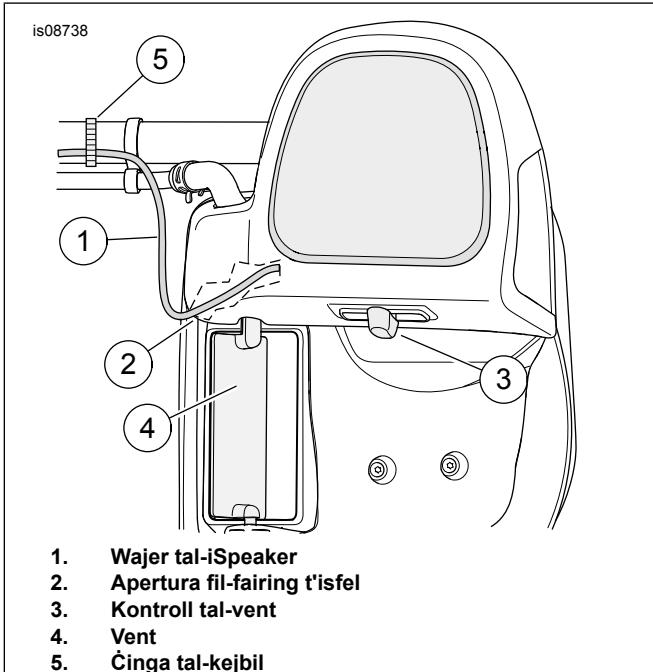

Figura 1. Routing tal-Wajer tal-iSpeaker
- Ara Figura 1 . Kif jiġi mgħoddi l-wajer minn apertura żgħira (2). Ara li l-wajer jinżamm milli jagħmel kuntatt mal-vent (4) u l-kontroll tal-vent (3).
- Orbot l-wajers tajjeb b'ċinga tal-cable (5).